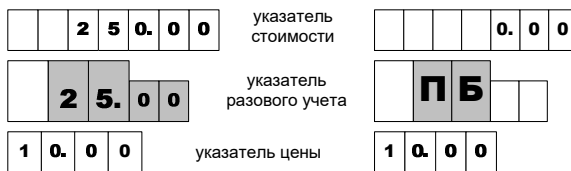

Рисунок 1
6.3 В начале новой заправки, когда колонка готова к отпуску топлива, в средней строке устройства мигающими символами отображается заданная доза, а в случае отпуска "до полного бака" – символы "ПБ" (рисунок 1). Это дает клиенту удобный способ определить, когда можно начать заправку, а также убедиться, что задано именно то количество